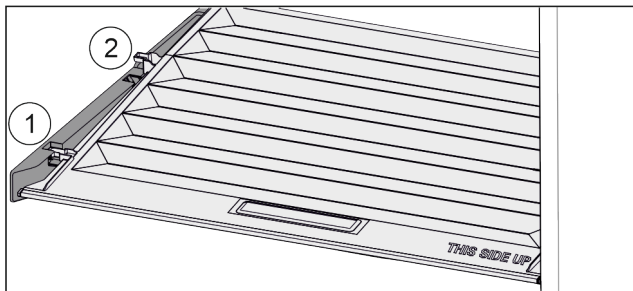

Fig. 97
- ▶ Pokrov povlecite naprej Fig. 97 (1) do odprtine v držalnih delih.
- ▶ Zadaj ga od spodaj dvignite in odstranite Fig. 97 (2) navzgor.